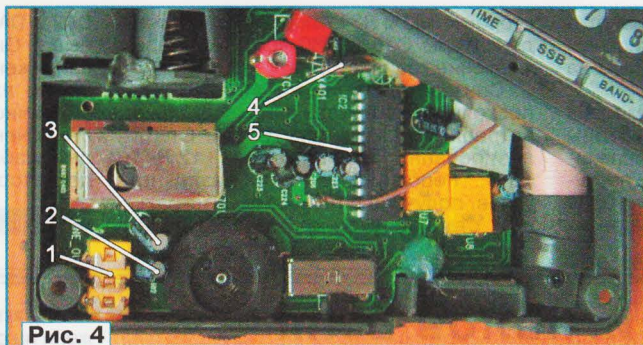

Рис. 4
Приёмник укладывают на стол задней платой вверх, а переднюю часть сдвигают в сторону, как показано на рис. 4, чтобы освободить доступ к будущему месту установки платы конвертера. Покачивая из стороны в сторону окисленные конденсаторы С301 (3) и С302 (2), находящиеся около гнезда LIN_OUT (1), отламывают их от платы. Прогревая паяльником корпус резонатора Х401 (4), чтобы размягчить клей, которым он зафиксирован на плате, аккуратно отгибают его в противоположном направлении и фиксируют так, чтобы он не мешал закрыванию приёмника. Следует убедиться, что выводы резонатора не соединились между собой. Напряжение +5 В для питания конвертера будет сниматься с вывода 6 микросхемы IC2 (5). Необходимо очистить от лака и залудить контактную площадку около этого вывода.